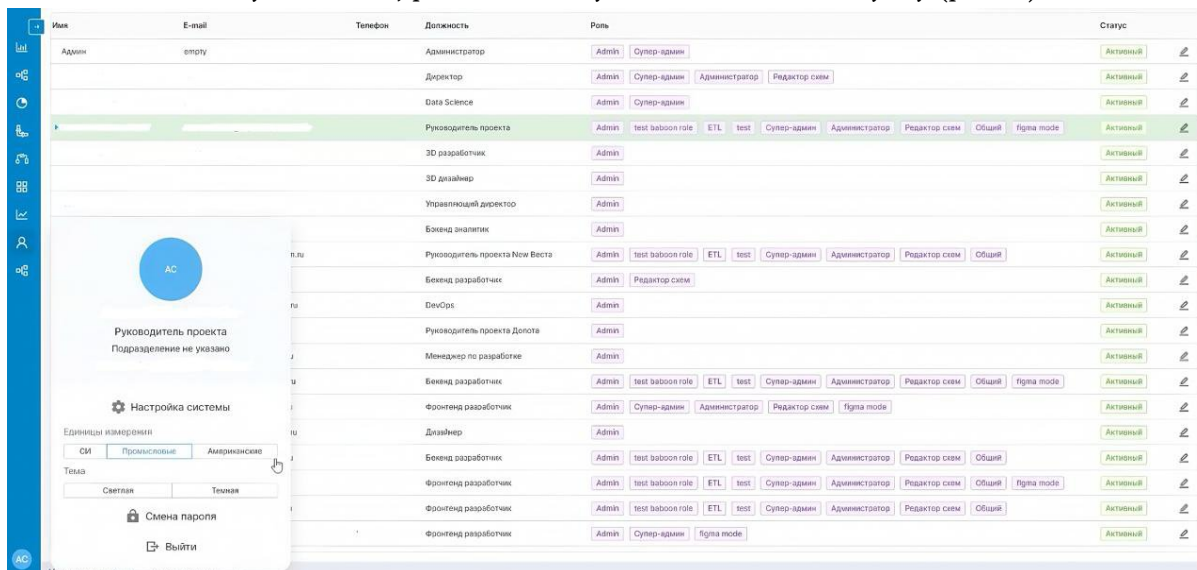

Рисунок 3
1. Для завершения работы с ПО пользователю необходимо закрыть страницу с программой либо осуществить последовательную процедуру выхода из аккаунта путем нажатия на кнопку «Выйти», расположенную в левом нижнем углу (рис. 3).